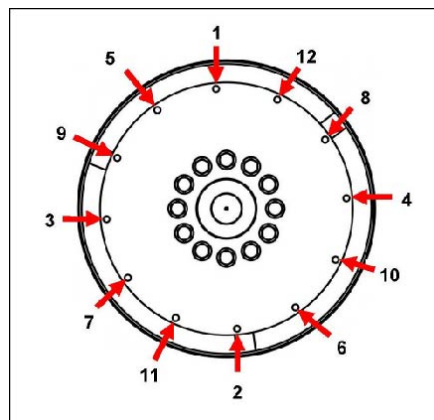

FIGURA 15. SEQUÊNCIA DE FIXAÇÃO
- Retire as cavilhas-guia. Monte os parafusos de acoplamento utilizando anilhas de grande calibre por debaixo das cabeças. Aperte os parafusos para fixar o disco de acoplamento ao volante do motor, de acordo com a sequência ilustrada em Figura 15 na página 27.